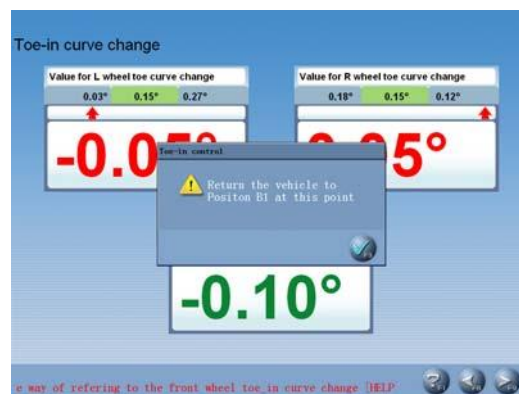

Рис.4.25
- Опустить автомобиль в положение В1. Отрегулировать переднее схождение в соответствии со стандартными характеристиками. См. рис.4.25: